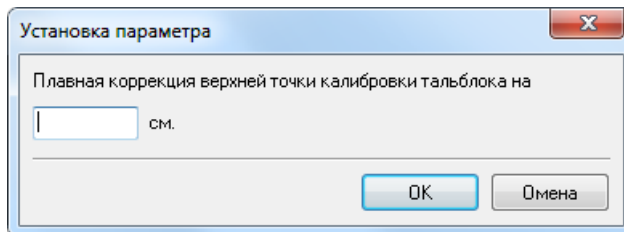

Рисунок 79. Диалог настройки плавной коррекции перемещения тальблока
1. Введите в поле ввода (Рис. 79) разность между значением параметра **"Длина свечи"** и фактической длиной свечи (в сантиметрах)
Если разность между значением параметра **"Длина свечи"** и фактической длиной свечи отрицательна, то в поле ввода диалога (Рис. 79) она записывается со знаком '-'.
2. Вводим полученное число (**50 см**) в поле ввода диалога настройки плавной коррекции перемещения тальблока (Рис. 79).